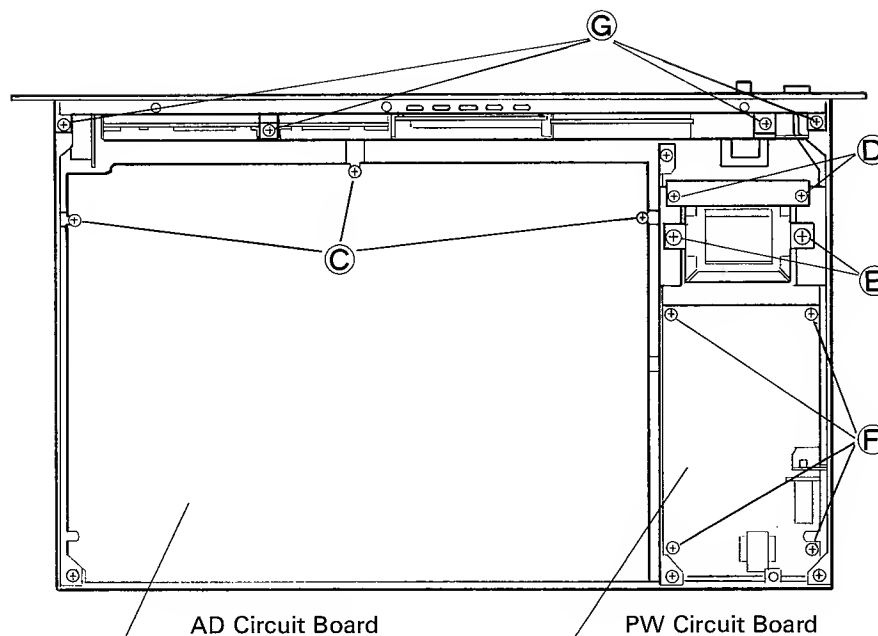

Fig. 3
(Refer to Fig. 3)
(Fig. 3 参照)
3. Removal of PW circuit board (Refer to Fig. 3)
- Remove the 2 screws ① (3×8 bind head screw), and remove the shield plate.
3. PWシートの取外し方 (Fig.3 参照)
- ネジ① (3×8 バインド小ネジ) 2本を外しシールド板を取除きます。
- ネジ② (4×6 バインド小ネジ) 2本を外します。
- ネジ③ (3×8 バインド小ネジ) 4本を外しPWシートを取出します。
- ネジ④ (3×8 バインド小ネジ) 4本を外します。(Fig.3 参照)